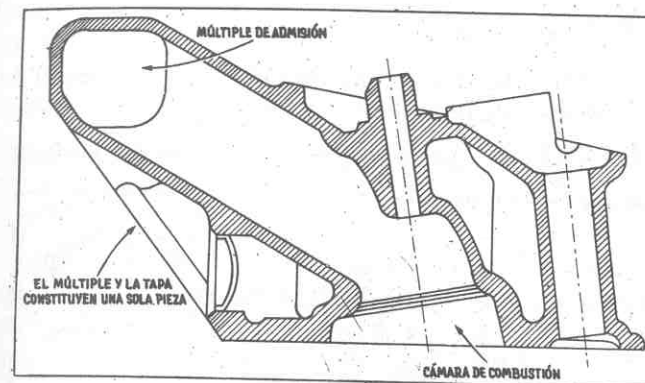

Fig. 9.— Conductos de admisión de los motores 188 y 221 normales.
**Motor 221.** Fundidos en la estructura de la tapa, en una sola pieza. No se emplean juntas, por lo cual el múltiple está integrado a la tapa (fig. 9).